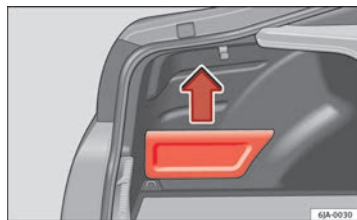

Fig. 96 Maletero: porta-
- Agarre la tapa en su lado superior y sácala en el sentido de la flecha ⇒ fig. 96.